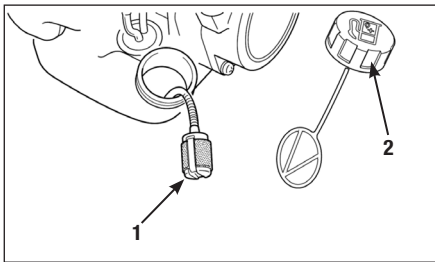

Рис. 18 Обслуживание топливного фильтра
3. Зацепите крючком топливный шланг с фильтром и вытяните через заливную горловину (Рис. 18).